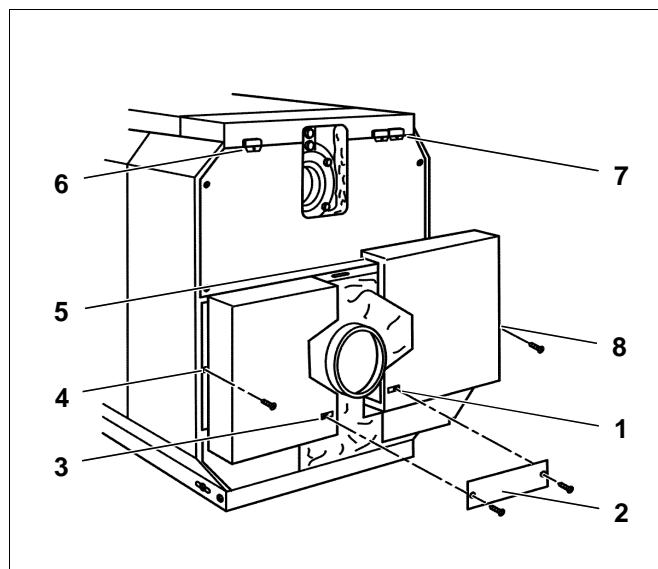

Fig. 55 Montaggio delle pareti posteriori inferiori
- Inserire le madre viti a molla nel pannello laterale sinistro e destro ed anche nelle pareti posteriori inferiori (fig. 55, **pos. 1, 3, 4 e 8**).
- Agganciare le pareti posteriori inferiori sinistra e destra nelle feritoie della piegatura della parete posteriore superiore e dei pannelli laterali (fig. 55, **pos. 5**).
- Avvitare la piastra di giunzione (fig. 55, **pos. 2**), nel sotto del tronchetto di scarico, alle pareti posteriori inferiori, con viti autofilettanti.
- Fissare i passacavi di plastica, a scelta sulla parte sinistra o destra della parete posteriore superiore (fig. 55, **pos. 5 e 6**).